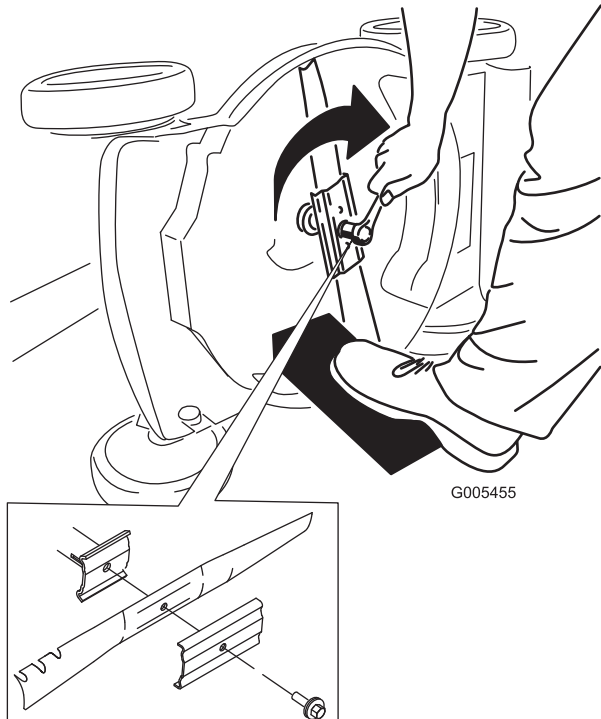

Bild 24
5. Setzen Sie das neue Messer und alle Schrauben auf (Bild 24).